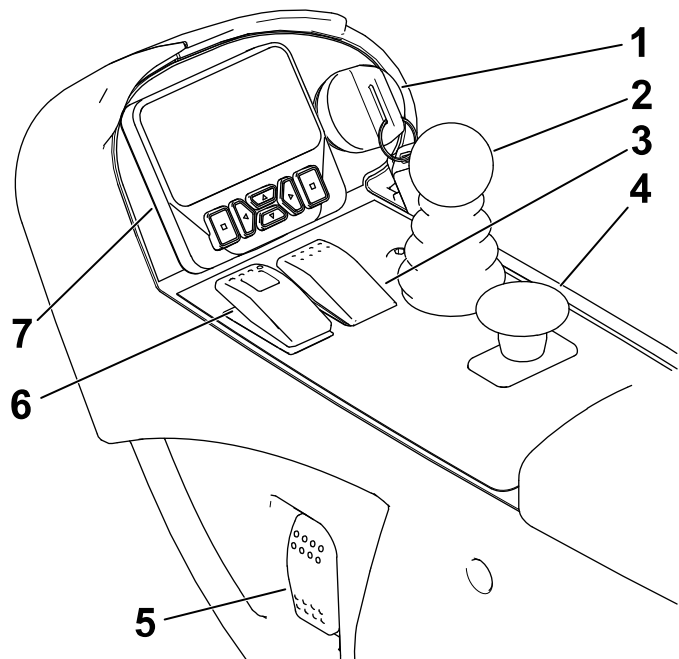

Figure 11
**Remarque:** Pour un freinage d'urgence, retirez le pied de la pédale de déplacement et appuyez sur le haut de la commande du frein de stationnement (Figure 11).
Lorsque la PDF n'est pas engagée (Figure 11), la machine est en mode TRANSPORT, qui vous permet d'atteindre 16 km/h lorsque la vitesse maximale n'est pas limitée.
Pour serrer le frein de stationnement (Figure 11), appuyez sur le haut de la commande sur la console. Le témoin rouge s'allume sur la commande quand le frein est serré. Pour desserrer le frein de stationnement, appuyez sur le haut de la commande.
Ce levier (Figure 11) permet de lever et de baisser les unités de coupe.
Le commutateur d'allumage (Figure 11) a 3 positions : ARRÊT, CONTACT/PRÉCHAUFFAGE et DÉMARRAGE.
Appuyez sur le haut de l'interrupteur pour allumer les phares (Figure 11).
L'écran LCD de l'InfoCenter affiche des informations sur votre machine, comme l'état de fonctionnement, ainsi que divers diagnostics et autres renseignements la concernant (Figure 11).